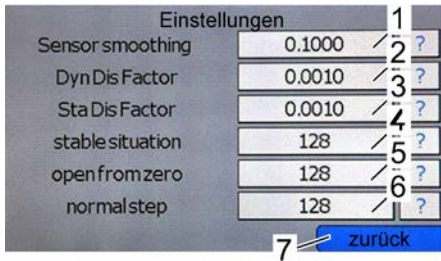

Abb. 107: Untermenü Einstellungen
⇒ Es erscheint das Untermenü **Einstellungen** (Abb. 107) zum Menü **Flowsensor**.
5. Graues Wertefeld zu "Sensor smoothing" (Abb. 107/1) betätigen.
7. Die Schaltfläche "zurück" (Abb. 107/7) betätigen.